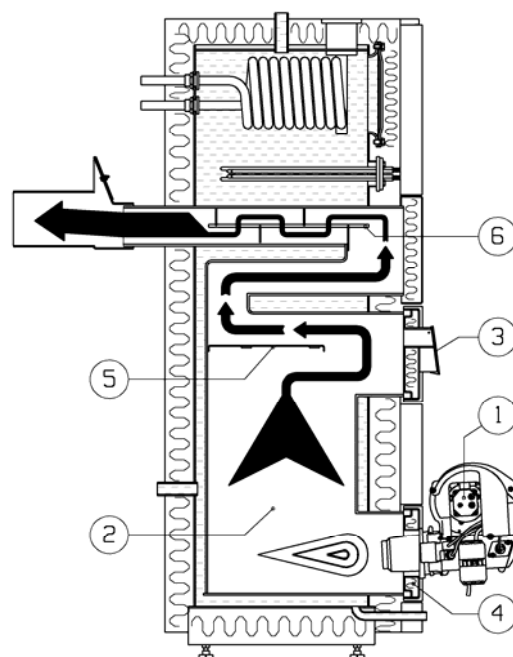

Рис. 4 Котел при эксплуатации на дизельном / газовом топливе
- Убедитесь, что **ТУРБУЛЕНТНЫЕ ПЛАСТИНЫ** (номер 6, рис. 4) **УДАЛЕНЫ**.